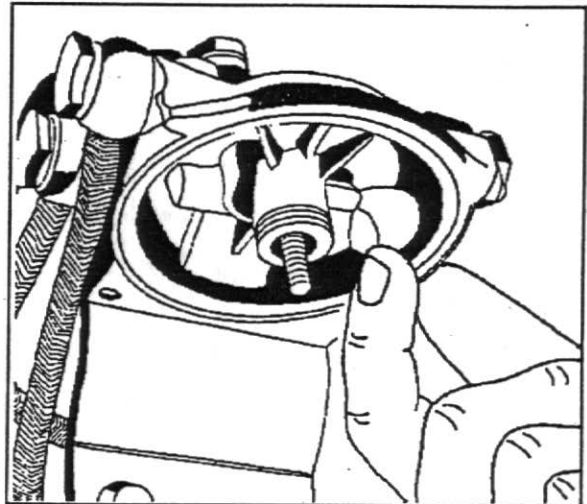

Fig. 3
3. Limpe a face inferior do cabeçote e instale o novo elemento girando-o no sentido horário, certificando-se de que o vedador está na posição correta, fig.3.